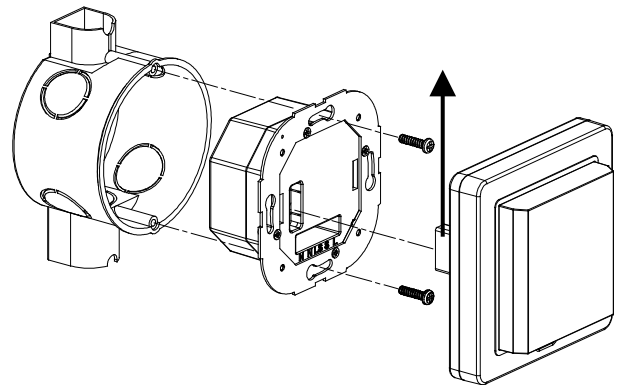

FIGURA 5
- (3) Insira 2 parafusos (fornecidos) no corpo da fonte de alimentação para fixar a unidade. A seguir insira o corpo frontal da unidade. Note que a junta que sai do corpo frontal deve entrar alinhada na fonte de alimentação sem ser forçada. (FIGURA 5)